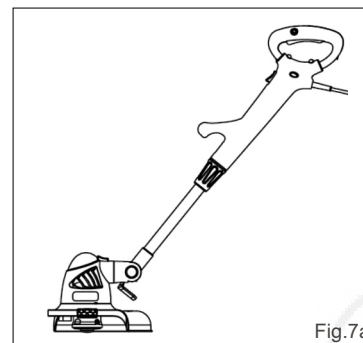

Fig.7a
(1) Tenez le tube du coupe-bordures avec une main et appuyez sur le bouton de mise en rotation (Fig. 7a).